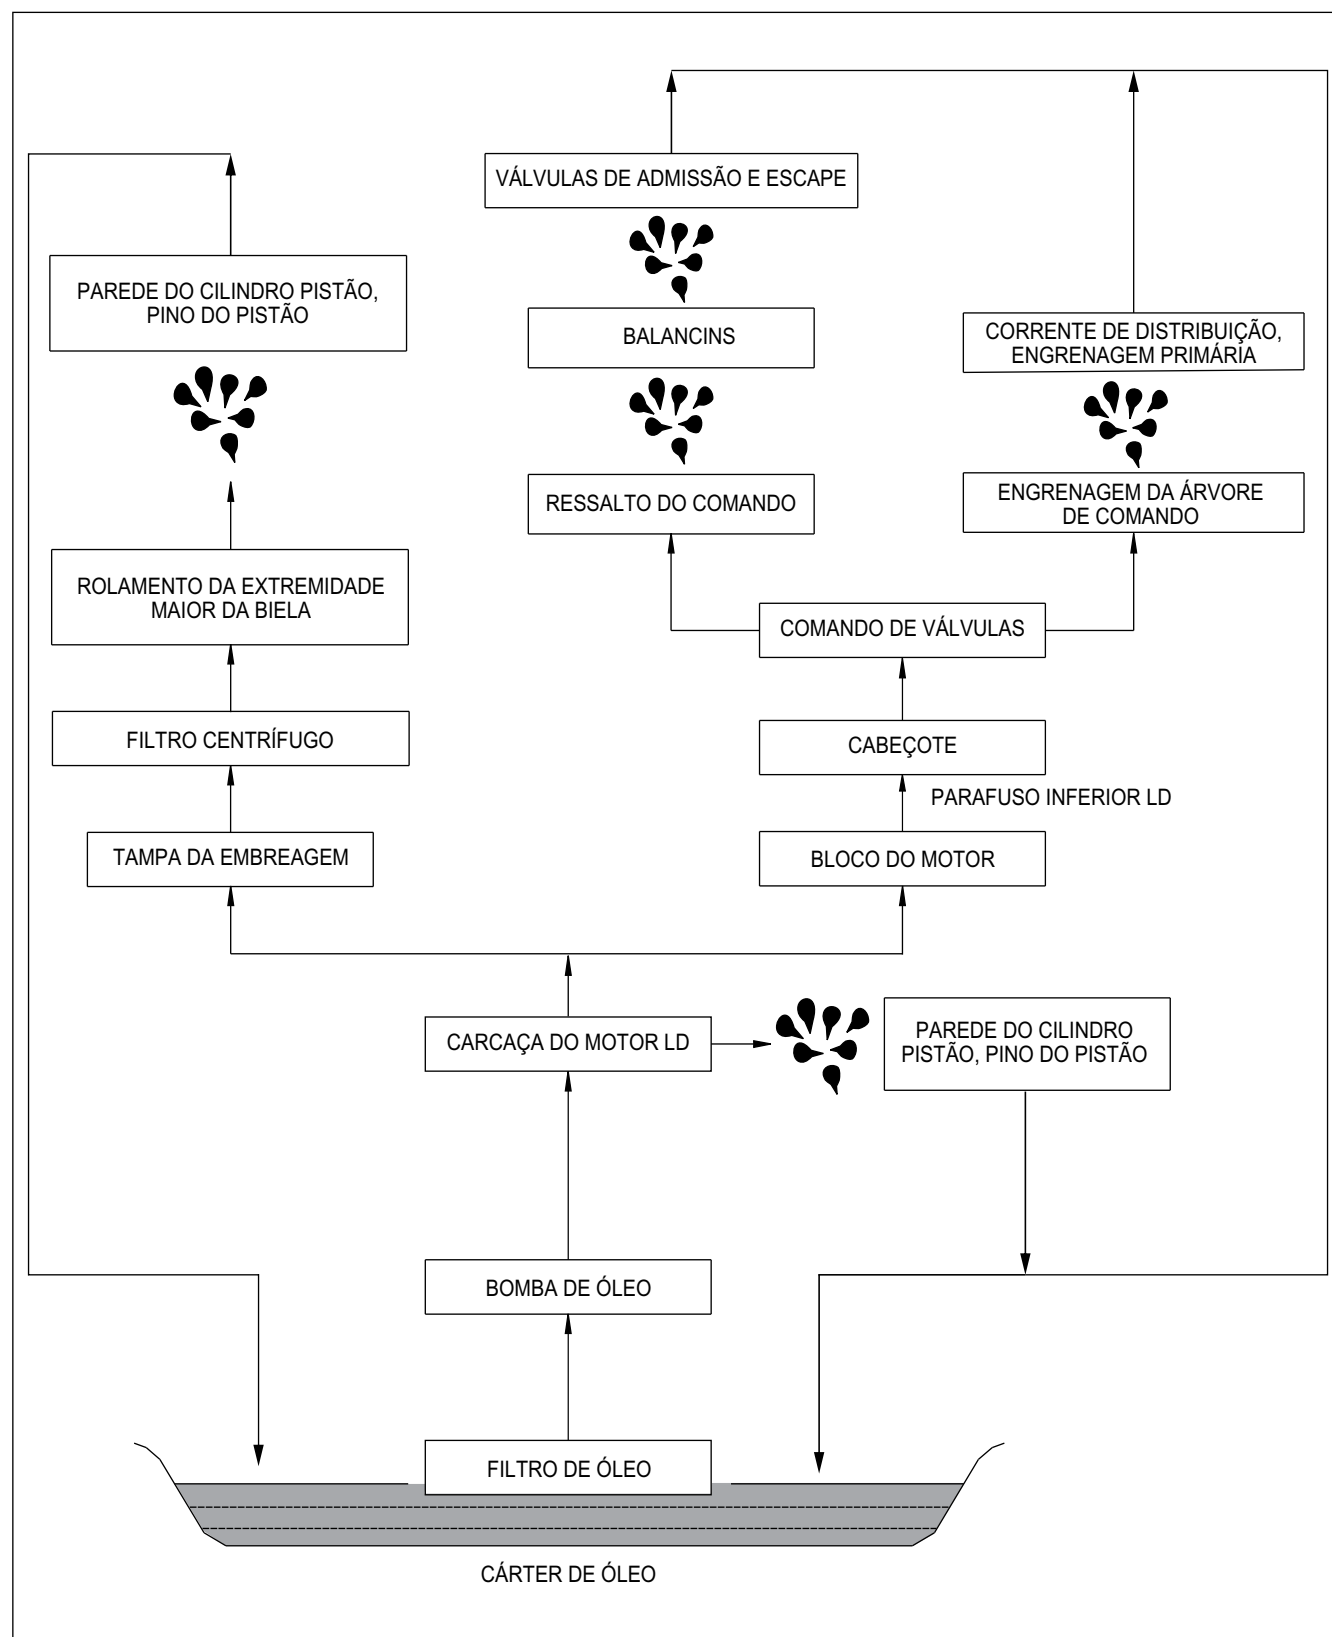

Fig. 4.20
- Nesta motocicleta, o sistema de lubrificação é denominado sistema de lubrificação positiva. Ele contém uma bomba de óleo trocoidal que envia óleo do reservatório para o circuito de lubrificação. Possui filtro de óleo no lado de entrada da bomba. Além disso, possui um filtro centrífugo no caminho do óleo até a extremidade grande da biela, para coletar qualquer poeira ou outras partículas através de uma força centrífuga. O óleo passa por vários sistemas do motor para lubrificar e também resfriar. O circuito de óleo é mostrado na figura. (Fig. 4.20)